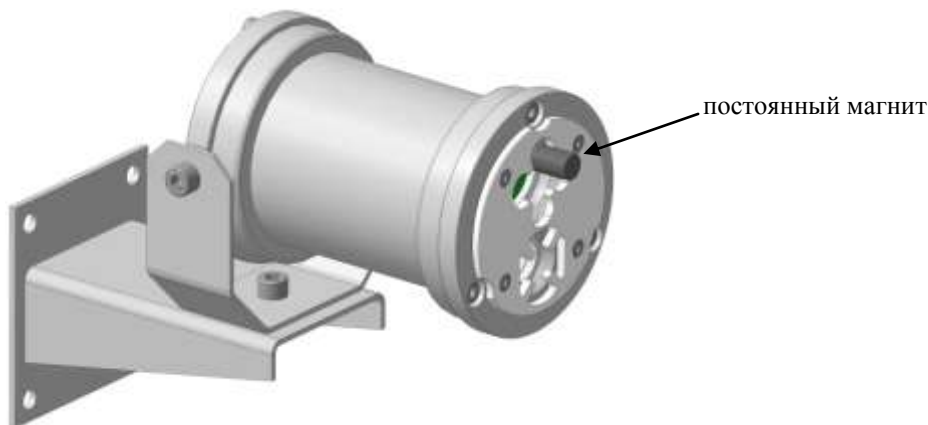

Рисунок 5 – Место поднесения постоянного магнита
Командой «Программирование адреса устройства» можно задать адрес извещателя независимо от того, какой ему адрес присвоен на данный момент. Это может быть использовано в случае ошибочного назначения одинаковых адресов двум и более устройствам. Для этого с пульта или компьютера подать команду на программирование требуемого адреса. После чего в течение не более 5 минут к извещателю, который находится в дежурном режиме, поднести постоянный магнит и прислонить к стеклу, согласно обозначенному месту, рисунок 5. При этом светодиод извещателя переходит в режим непрерывного свечения. На пульте или компьютере отобразятся события о потере связи с устройством по старому адресу и о восстановлении связи с устройством по новому адресу. Если устройства имели одинаковый адрес, то сообщений о потере связи по старому адресу не будет.
2.5.3 Контроль функционирования извещателя можно осуществить путём поднесения постоянного магнита к извещателю (см. рисунок 5). ПКУ «С2000М» или АРМ «Орион Про» должен выдать сообщение «Тест» или «Пожар», в зависимости от режима тестирования. Упрощенный контроль работает, начиная с «С2000-КДЛ» версии 2.15 и «С2000-КДЛ-2И» v.1.15.